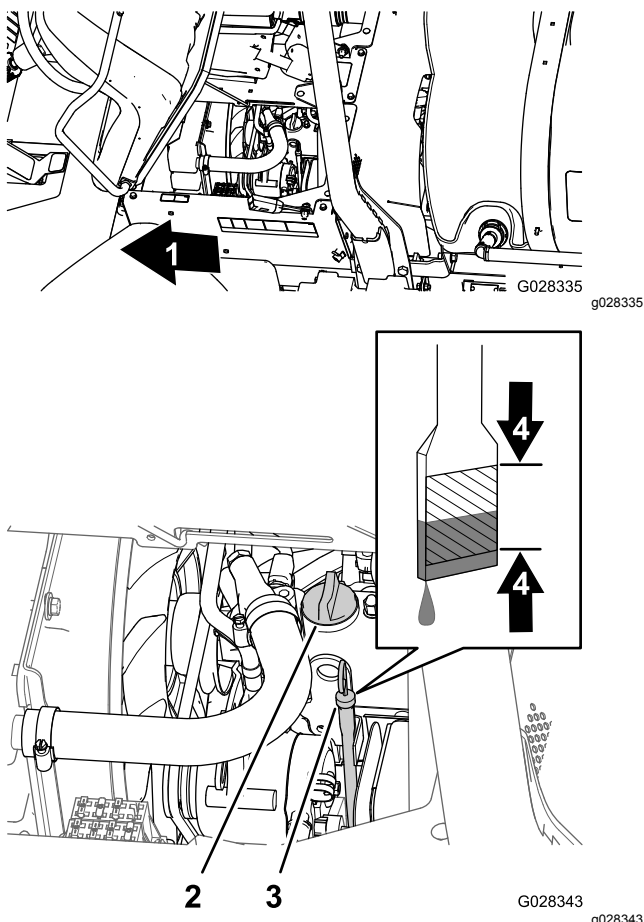

Figura 67
2. Retire la varilla, ubicada debajo del asiento del pasajero, y límpiela con un paño limpio (Figura 67).
3. Si el nivel de aceite es bajo, retire el tapón de llenado de la tapa de válvulas (Figura 67) y vierta aceite por el cuello de llenado hasta que el aceite llegue a la marca Lleno de la varilla.
4. Coloque el tapón de llenado de aceite (Figura 67).
5. Coloque la varilla firmemente (Figura 67).